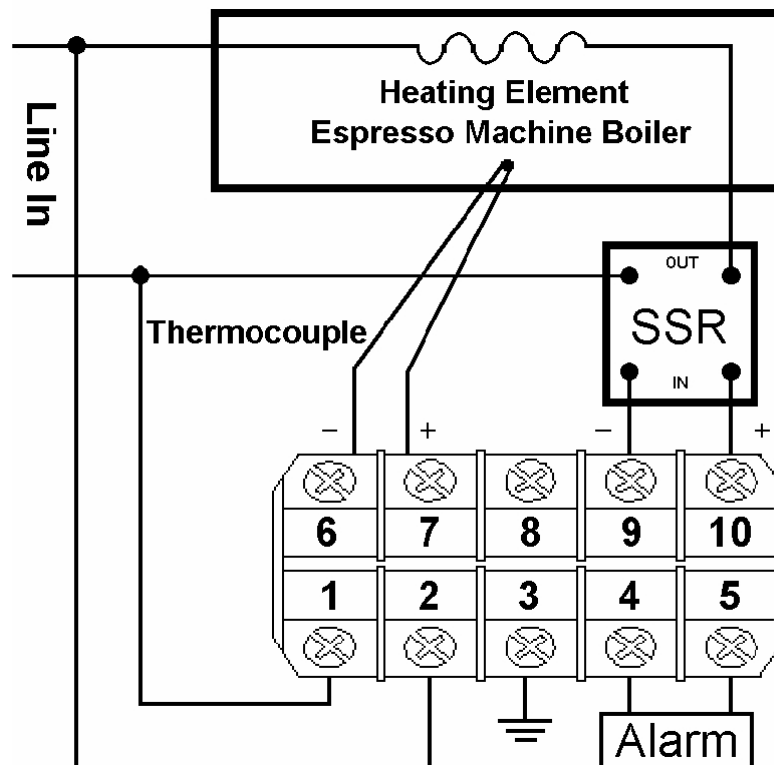

Рисунок 8
- b) Схему подключения см. на рис. 8.